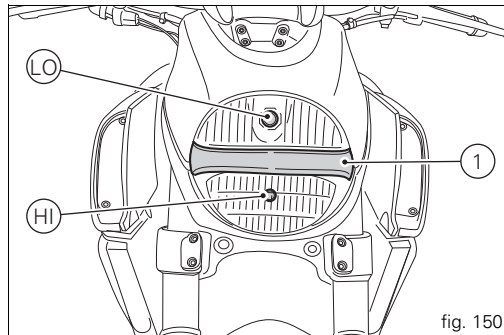

fig. 150
En la fig. 150 se ilustra la posición de las lámparas luz de cruce (LO), luz de carretera (HI) y de posición de led (1).